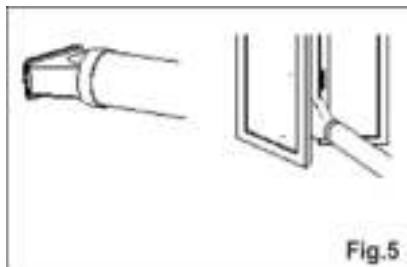

Fig. 5
4. Fixe o adaptador B no janelas. (Fig. 5)